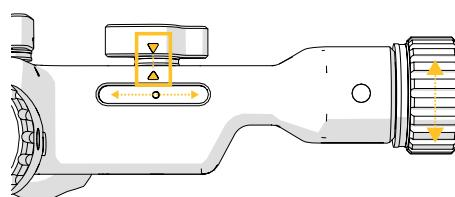
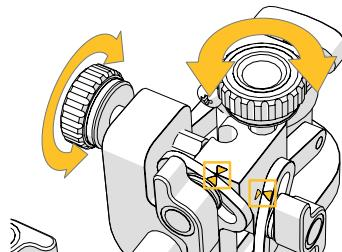

图 2：调节滚轮以对准箭头。
图 3：调节滚轮以对准箭头。
- ✓ 在设置精确瞄准系统之前，调节旋钮，使图 2 与图 3 中的标记箭头相匹配。
3. 调整线性调节旋钮，使图 2 中的标记箭头匹配。臂的标称位置通过对准箭头来实现。
4. 调节旋转调节旋钮，使图 3 中的标记箭头匹配。臂的标称位置通过对准箭头来实现。